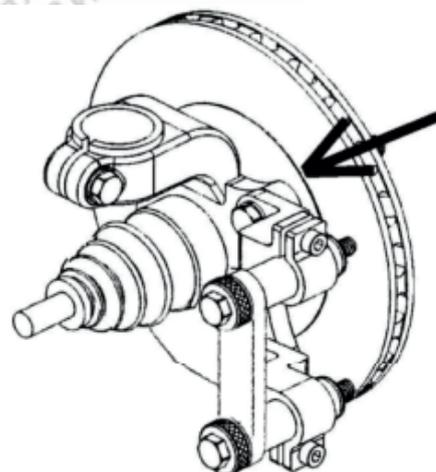

Рисунок 25
3. Используйте синий монтажный адаптер, если отверстия тормозного суппорта имеют резьбу, см. рис.25.
3. Установите монтажный адаптер USM с помощью оригинальных болтов суппорта на крепление суппорта с резьбой, рис.25.